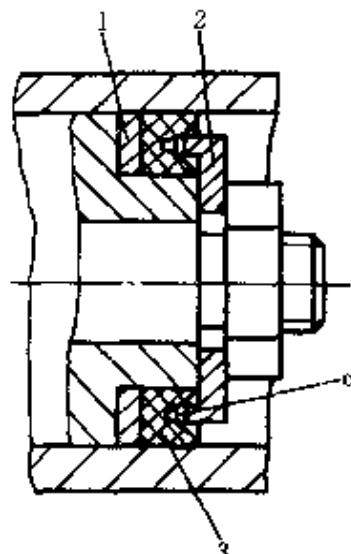

图 4-21 Y型密封圈支承环的使用
①应注意密封圈的安装方向，使唇边对着压力油腔。
②在压力变化较大、滑动速度较高的场合，应设置支承环 2（见图 4-21），以支承密封圈 3。在支承环上开的小孔 e，是使压力油同时作用在内、外唇边上，让唇边张开以减少泄漏，压力更高时应加保护挡圈 1。